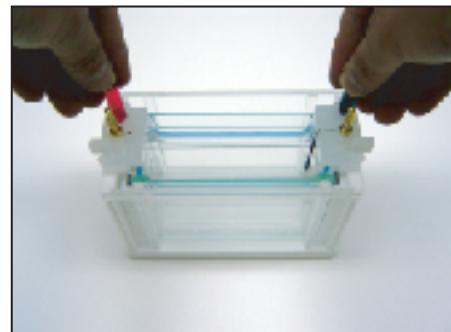

図 4
4. アッパーバッファーチャンバーのリムーブガイドRを左側にして、1. の状態のセルベースに挿入します。（図4）